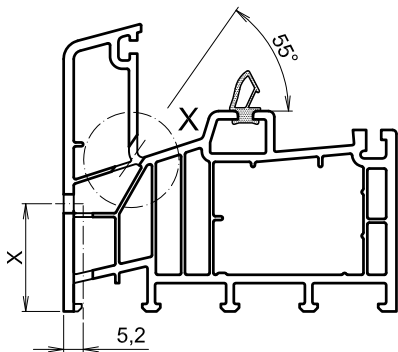

Abb.2 Entwässerung des Rahmens wahlweise nach vorne oder nach unten
- Bei Rahmen mit anextrudierter Dichtung ist darauf zu achten, dass die Anschlag- und Mitteldichtung beim Fräsen nicht beschädigt wird (siehe Abb.2).